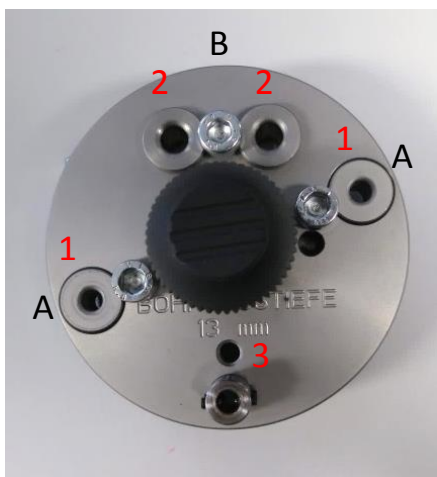

Abb. 9: Übersicht Bohrvorrichtung
- Aufsetzen der Bohrvorrichtung zum Herstellen der Bohrungen/Gewinde. In der Bohrvorrichtung (Abb. 9) befinden sich 2, mit Schrauben fixierte, Hülsenpaare. Hülsenpaar (Pos. 1) zum Vorbohren und Hülsenpaar (Pos. 2) zum Gewindeschneiden. In Position **A** wird die M6x13 Gewindebohrung hergestellt, Position **B** dient als Platzhalter des gerade nicht benötigten Hülsenpaars. Beim Vorbohren Tiefenanschlag (Pos. 3) auf Spiralbohrer schrauben und Bohrtiefe 13mm (siehe Abb. 10) einstellen. Zum Gewindeschneiden, Hülsenpaar austauschen (siehe Abb. 12) und diese jeweils mit überstehendem Schraubenkopf fixieren-Gewindetiefe 10mm!